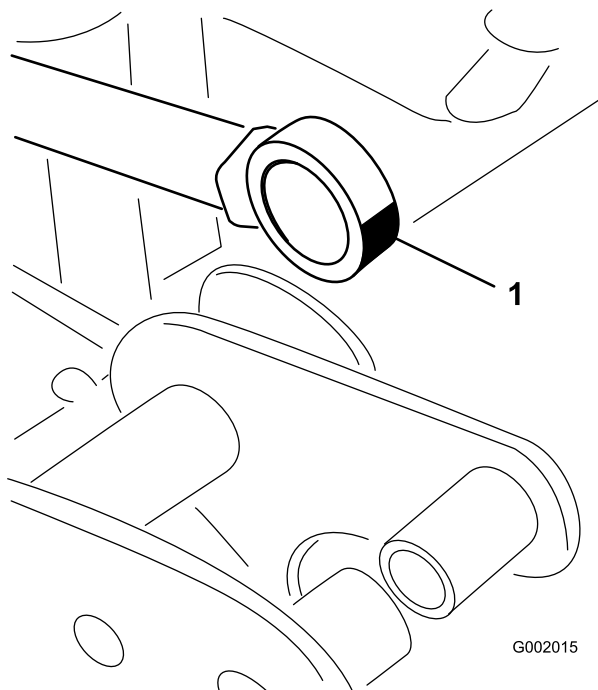

Figura 50
5. Manipolate il lato cuscinetto dell'asta dell'attuatore ed inserite il grasso nel cuscinetto (Figura 50). Tergete il grasso superfluo.